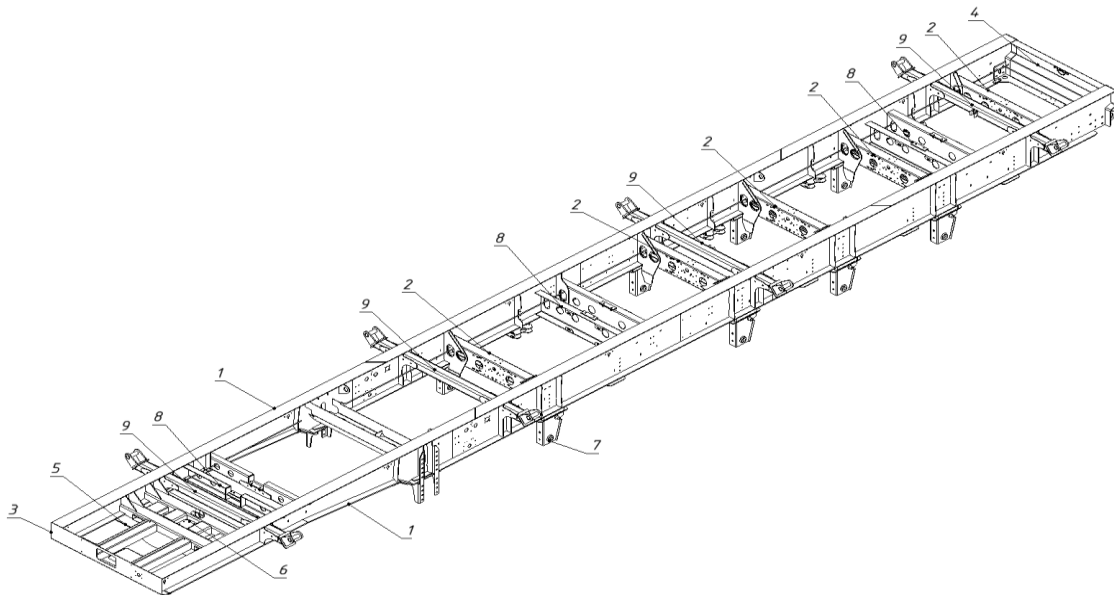

Рис. 1.4 - Рама полуприцепа
Рама полуприцепа (рис. 1.4) сварная и является его основным несущим узлом. Состоит из двух лонжеронов двутаврового сечения (1), промежуточных поперечин (2), передней поперечины (3), задней поперечины (4), шкворневой плиты (5), шкворня (6) и кронштейнов подвески (7), поперечин с посадочными местами под гидроцилиндр (8), поперечин с опорой (9).